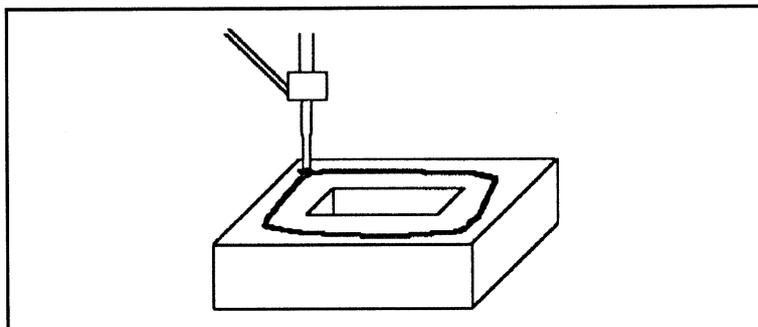

図7-35 ワークの上面周囲に接着剤等を塗布するような作業例
- ①動作経路をMV・MVSコマンドを多く使用してティーチングしたいとき（図7-35参照）